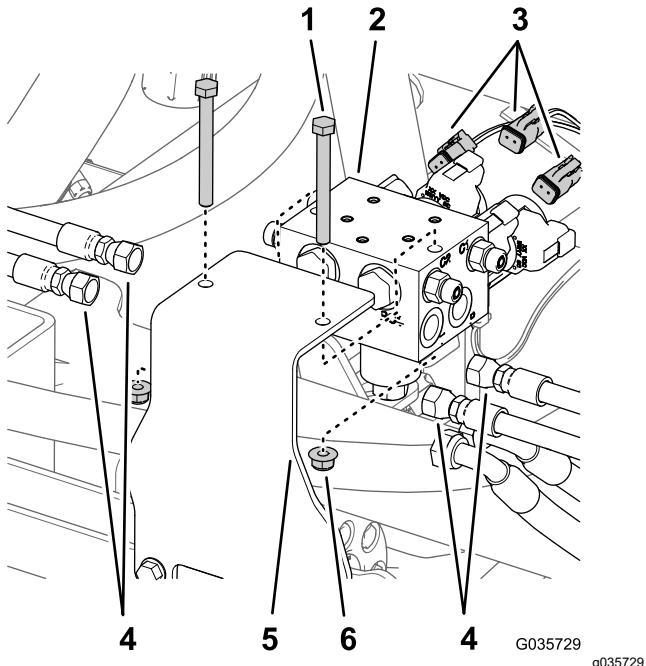

図 12
- 油圧マニホールドポート C1、C2、C3、C4に接続されているホースすべてに識別用のラベルを取り付け、これらのホースを取り外す図 12。
- 昇降シリンダマニホールドの各ソレノイドから、後方ワイヤーハーネスのコネクタを外す図 12。
- 昇降シリンダマニホールドを取り付けブラケットに固定しているボルト2本とロッドナット2個を外して、昇降シリンダマニホールドを取り外す図 12。